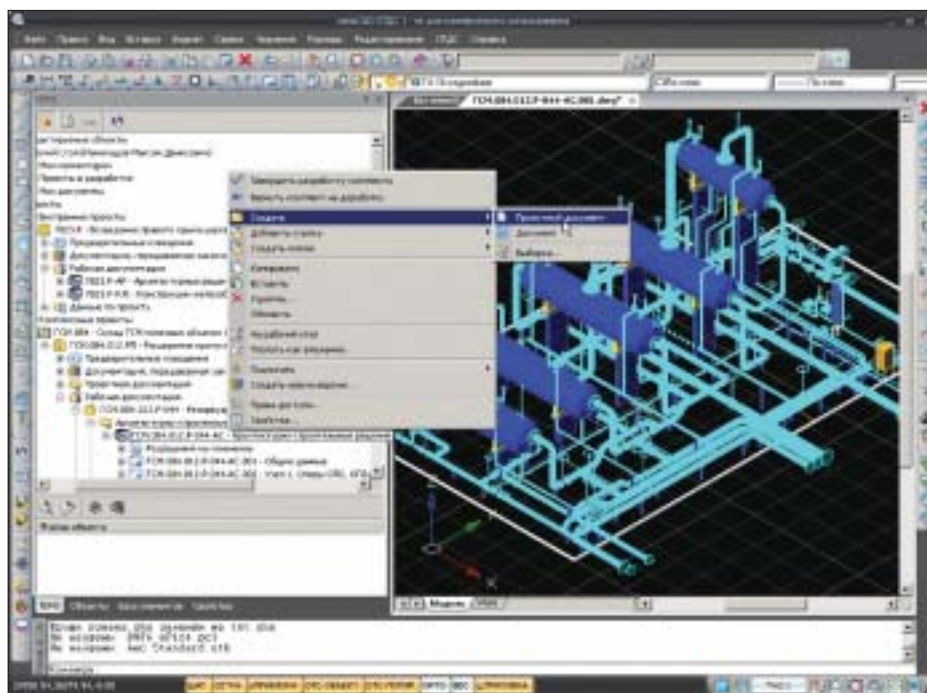

Рис. 2
- Интерфейсы должны упростить взаимодействие TDMS и приложения. Если раньше дерево объектов TDMS (рис. 2) присутствовало только в интерфейсе к AutoCAD, то в новом поколении этот элемент представления информации стал единым для всех интерфейсов.